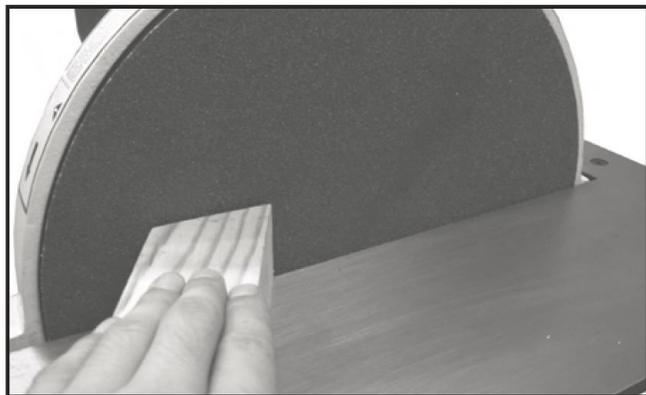

Рис.07
**Внимание!** Приложение заготовки к правой стороне диска приведет к отскоку заготовки (отдаче) и нанесению травмы. Обратите внимание на направление вращения шлифовального диска (против часовой стрелки) и работайте только левой стороной шлифовального диска. (Рис. 07). Приложение заготовки к левой стороне шлифовального диска приведет к придавливанию заготовки вниз к столу.